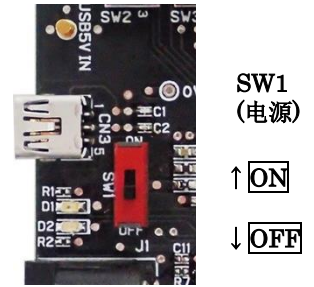

图 7
- ① 给EM7000上安装各种EM模块或CDM716x（参照3.）。
- ② 给EM7000上的DC电源接头（J1）通入DC5.0V的电流。
- ③ 使用miniB-USB连接线将EM7000与电脑进行连接。
- ④ 将EM7000上的SW1(电源开关)置于ON的位置（参见图7）。